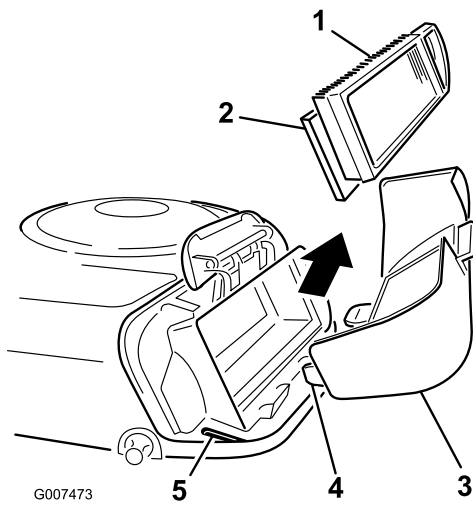

Figura 25
5. Deslice cuidadosamente el filtro de papel y el filtro de gomaespuma para retirarlos de la carcasa del soplador (Figura 25).
2. Alinee las pestañas de la tapa del limpiador de aire con las ranuras de la carcasa del soplador (Figura 25).